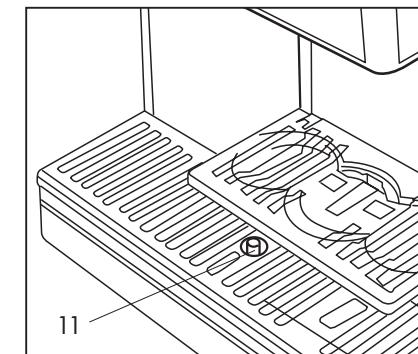

Fig. 17
Quando il galleggiante di livello della vaschetta rosso (11) sporge dal foro (**Fig. 17**) significa che l'acqua di raccolta nella vaschetta sta superando il livello massimo.